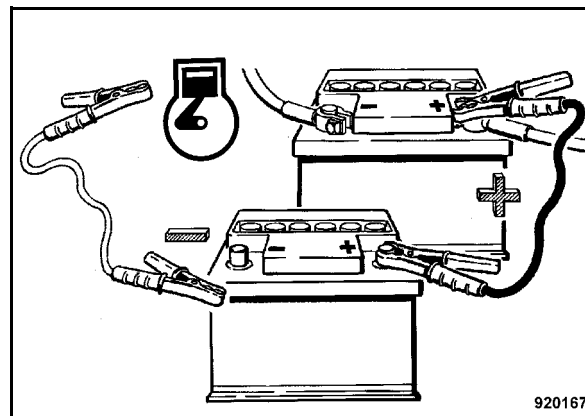

Fig. 55
- A continuación conectar el cable de masa primero con el polo negativo de la batería auxiliar suministradora de corriente y después con una masa del motor o de la carrocería tan lejos posible de la batería (Fig. 55).